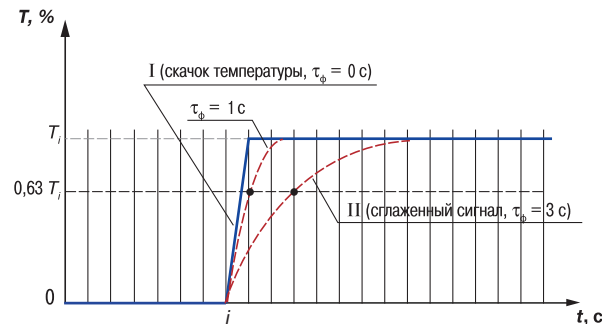

Рис. 4
3.2.4.3. Во-вторых, фильтр устраняет шумовые составляющие сигнала, осуществляя его экспоненциальное сглаживание. Основной характеристикой экспоненциального фильтра является постоянная времени τ_ϕ – интервал, в течение которого сигнал достигает 0,63 от значения каждого измерения T_i (рис. 4).
3.2.4.4. При больших значениях τ_ϕ фильтр вносит значительное запаздывание, но шумы заметно подавлены (кривая II на рис. 4). При τ_ϕ близких к нулю фильтр довольно точно отслеживает изменения входного сигнала, но уровень шума практически не уменьшается (кривая I на рис. 4). При установке оптимальных значений параметров фильтра (подробнее см. раздел 6.2.2) задержка сигнала, вносимая фильтром, не будет оказывать отрицательного влияния на процесс регулирования, при этом сохранится эффективность подавления помех.